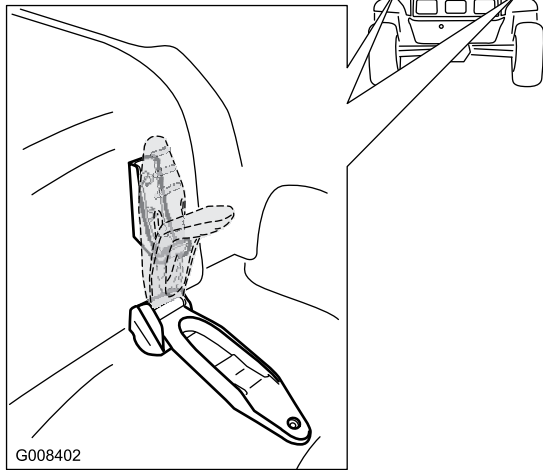

Figure 23
1. Soulevez la poignée des verrous en caoutchouc de chaque côté du capot (Figure 23).
2. Fixez le capot en alignant les verrous en caoutchouc sur les ancrages de verrouillage de chaque côté du capot (Figure 23).